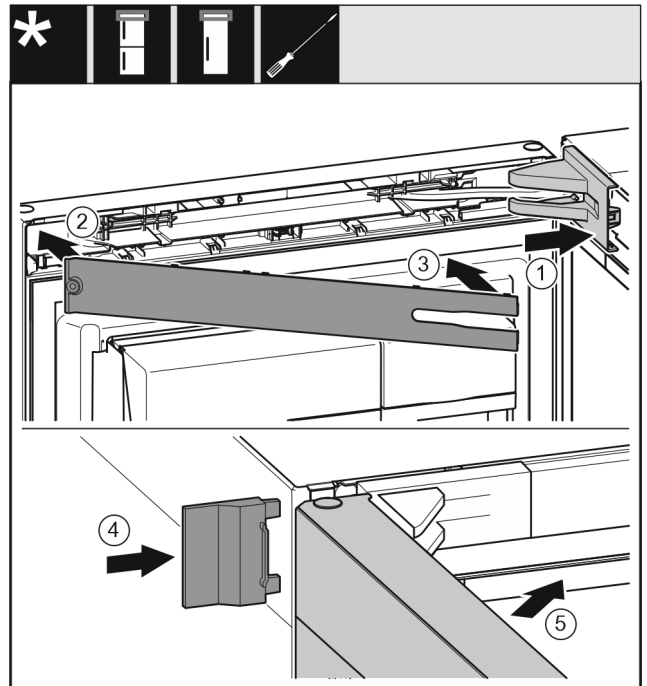

Fig. 51
- ▶ Встановіть та зафіксуйте кришку опорного кронштейна, у разі необхідності – обережно розтисніть. Fig. 51 (1)
- ▶ Встановіть панель. Fig. 51 (2)
- ▶ Поверніть і зафіксуйте панель. Fig. 51 (3)
- ▶ Насуньте зовнішню кришку. Fig. 51 (4)
- ▶ Закрийте верхні дверцята. Fig. 51 (5)